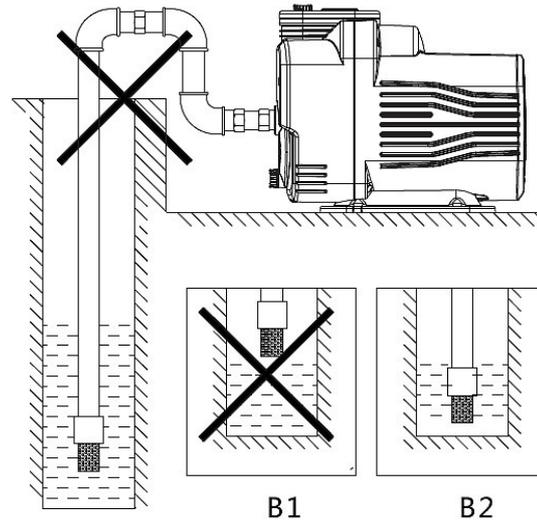

Abb. 8: Falsche Installation der Saugleitung
- Achten Sie beim Gebrauch auf den Wasserstand, das Bodenventil darf nicht aus dem Wasser herausragen (B 1, Abb.8).
- Das Bodenventil ist vertikal und 30 cm vom Boden des Wassers entfernt zu installiert, um das Einsaugen von Schmutz und Fremdkörpern zu vermeiden (B2, Abb.8).